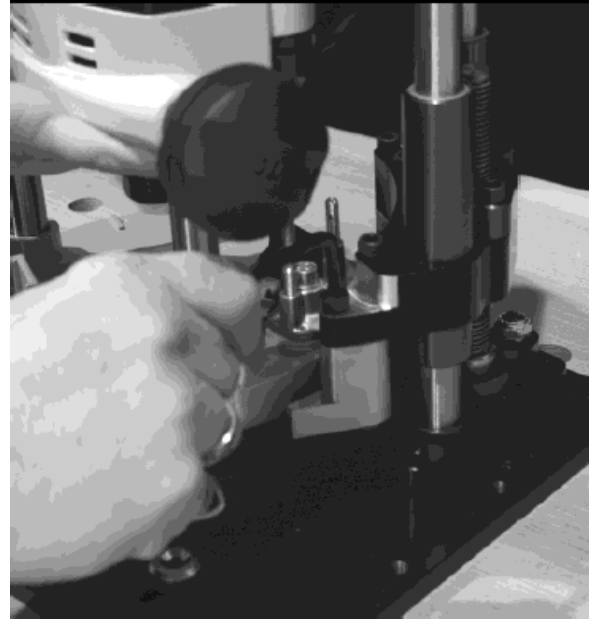

Abbildung 7
7. Ziehen Sie die Fräse so weit nach oben bis sie den rechten Halteblock berührt. Befestigen Sie den Befestigungsring mit drei 38mm (1-1/2 inch) langen und einer 25mm (1 inch) langen Schraube (s. **Abb. 7**)